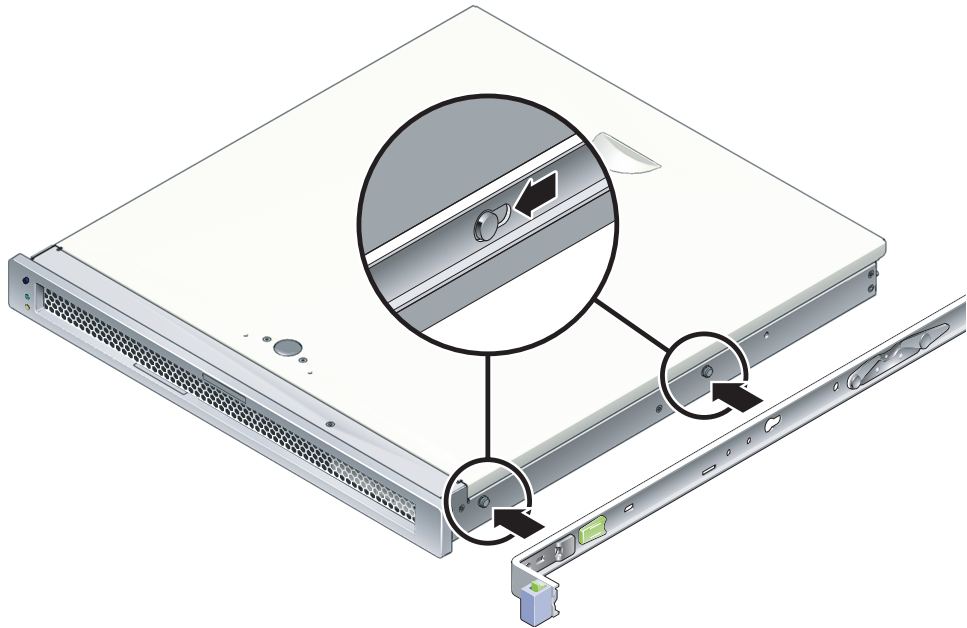

ABBILDUNG 2-3 Anbringen eines Montagebügels am Gehäuse
- a. Setzen Sie den Montagebügel so am Servergehäuse an (ABBILDUNG 2-3), dass sich die Schienensperre vorne befindet und die zwei Schlitz im Montagebügel mit den zwei Ausrichtungsstiften an der Gehäusesseite übereinstimmen.
- c. Beide Ausrichtungsstifte müssen fest in den Schlitzen sitzen und der vordere Ausrichtungsstift muss die Bügelsperre ausgelöst haben (ABBILDUNG 2-3).